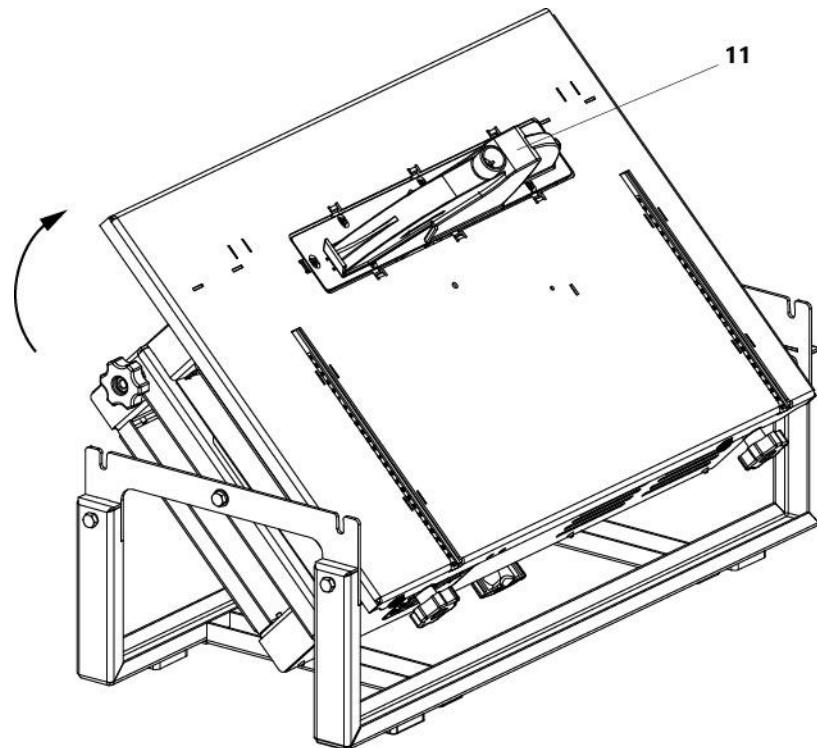

Рисунок 2. Поворот станка с операции пиления на строгание
ручками 8. При переходе с операции пиления на строгание обязательно установите на расклинивающий нож 2 кожух 11 (рис. 2).
**!** Перед началом настройки операции строгания обязательно установите кожух 11 на расклинивающий нож (рис. 2).